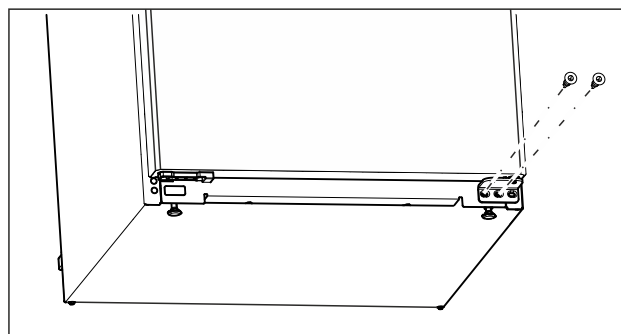

Fig. 6
- ▶ Sur le support de palier inférieur, dévisser la vis centrale avec un tournevis Torx 20. (voir Fig. 6)
- ▶ Sur le support de palier inférieur, dévisser la vis intérieure avec un tournevis Torx 20. (voir Fig. 6)